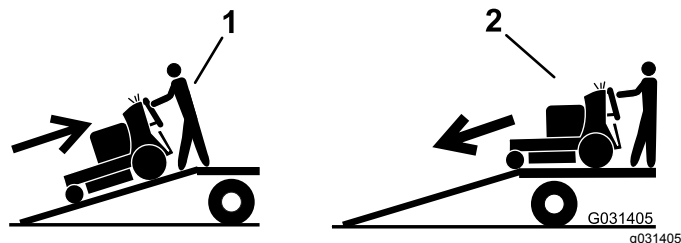

Figure 30
5. Montez la rampe en marche arrière (Figure 30).